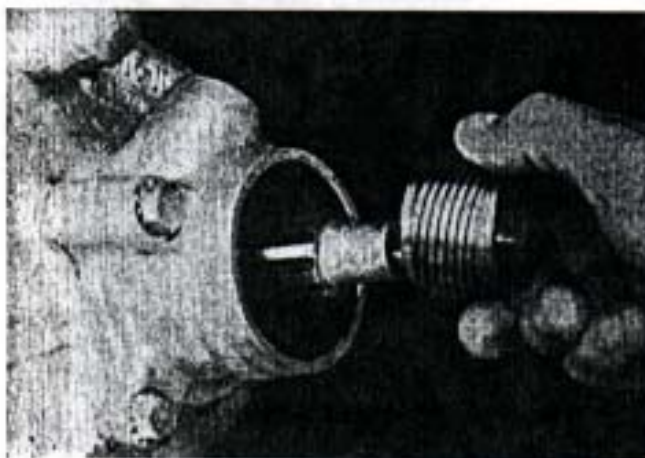
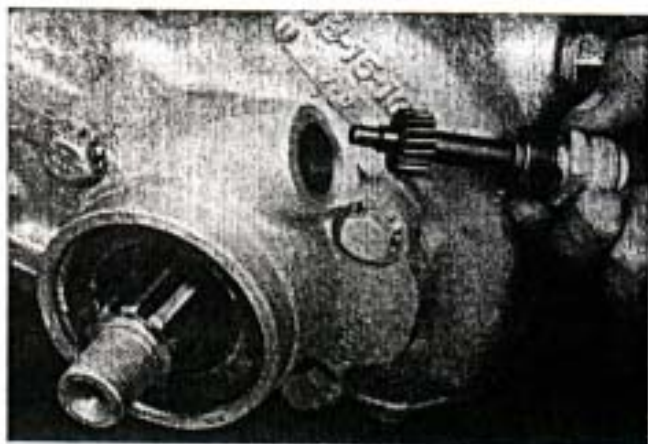

Fig. 176. — Instalando el engranaje sinfin del velocímetro.
Fig. 177. — Instalando el piñón del velocímetro.
- 16) Ubicar el engranaje sinfín del velocímetro en el eje principal (Fig. 176) y por el agujero correspondiente en la extensión, el piñón del velocímetro y su tapón (Fig. 177).